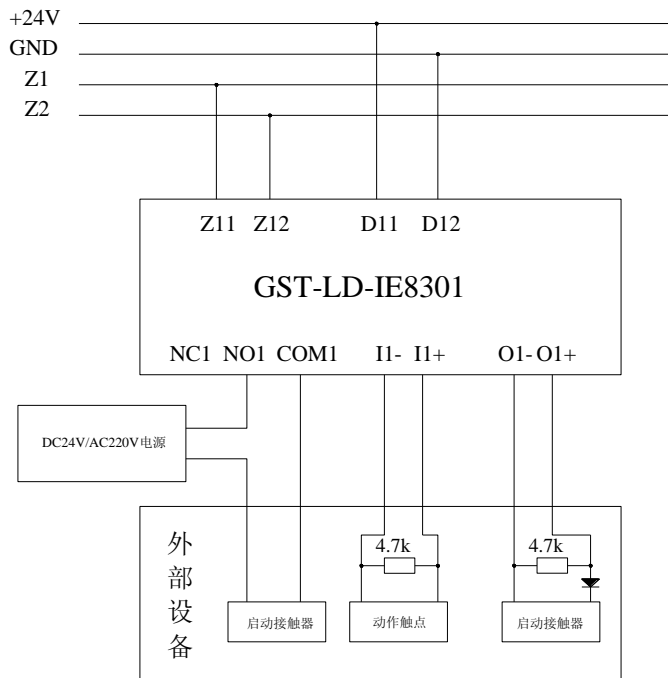

图 6 模块在工作模式 1 的连接示意图
1. 模块在工作模式 1 工作时，与外部设备的连接如图 6 所示。